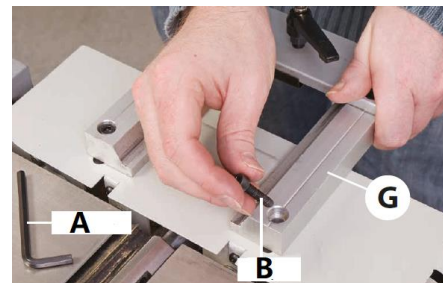
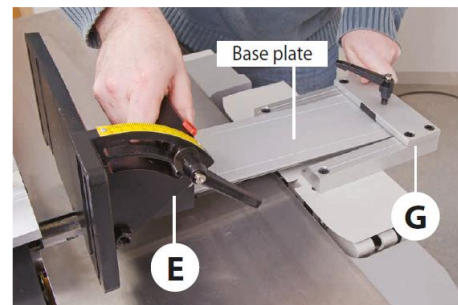

Fig. 3
Fig. 4
Alignez les trous pré-perçés du support de montage (G) avec les trous filetés du milieu de la table sur l'arrière de la machine, puis fixez avec les deux vis TC (B, Fig. 3) à l'aide d'une clé hexagonale (A, Fig. 3).
Desserrez la poignée de serrage du support de montage (Fig. 3), insérez suffisamment la plaque de base du système d'inclinaison (E) à travers le support de montage (G) pour l'étape suivante. Serrez la poignée de serrage, voir Fig. 4